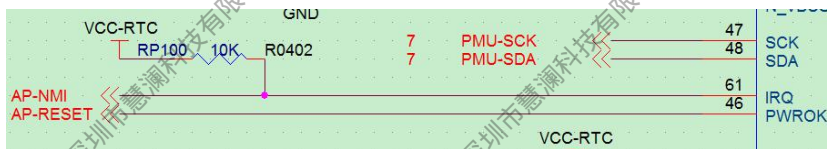

图 2-12 AP-NMI 上拉电路设计
- AP-NMI 网络为 OD 输出结构，必须加上拉到 VCC-RTC。如图 2-12。